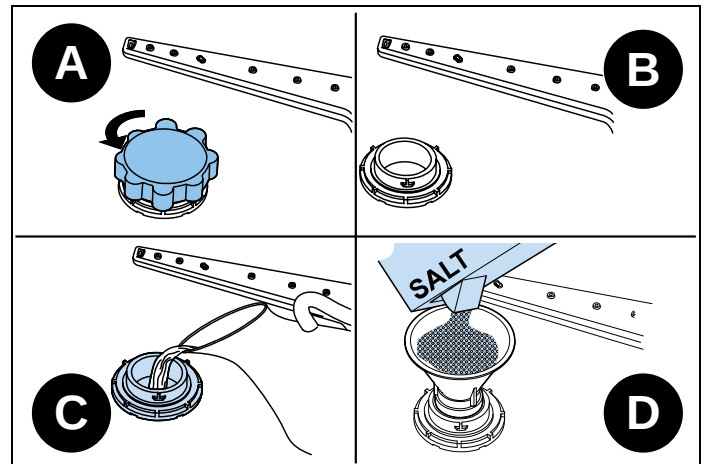

Fig. 74
- 1) För att fylla diskmaskinen med salt, avlägsna först den undre korgen och öppna sedan saltbehållarens lock genom att vrida det moturs. Fig. 74 A-B
- 2) Vid första användning, fyll behållaren med 0,6 kg salt och vatten Fig. 74 C till överflödesnivån. Använd tratten (Fig. D) (om sådan finns) - det blir då lättare att fylla på salt.